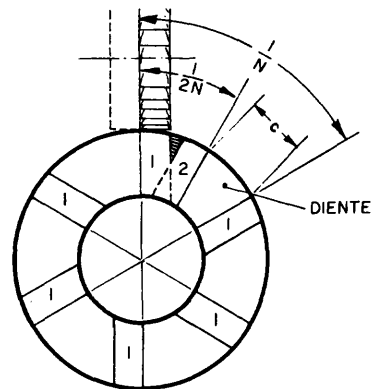

Fig. 8
1) Para construir el flanco del mismo lado de la otra ranura se hace un giro igual a $\frac{1}{N}$ de la pieza (fig. 8).
- b Haga un giro del material ($\frac{1}{2N}$) (fig. 8).
Una verificación importante y sencilla es medir la cuerda (c) que le corresponde en la circunferencia exterior (fig. 8).
10° paso - *Termine las ranuras*, quitando el material que puede quedar entre los dos cortes (área rayada de la fig. 8).